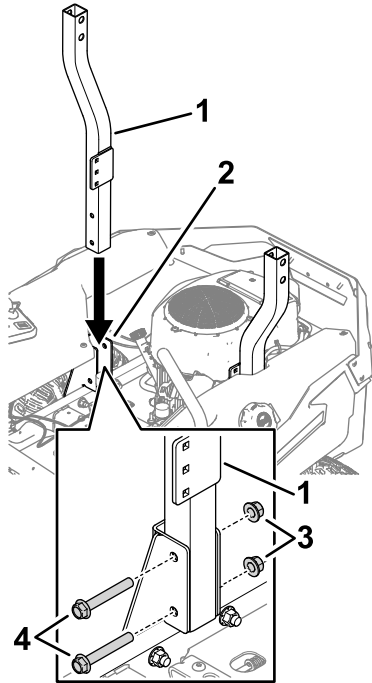

Рисунок 6
- Опустите трубу нижней защитной дуги в крепление конструкции ROPS и закрепите с помощью 2 болтов с шестигранной головкой (1/2 x 3-1/2 дюйма) и 2 контргаек (1/2 дюйма), как показано на Рисунок 6. Повторите эти действия на другой стороне.